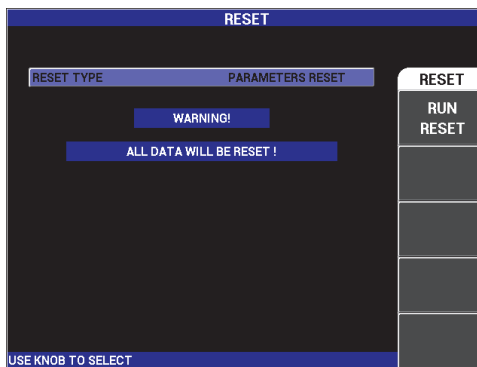

Abbildung 4-25 Menü RESET
- (1) Um das Menü **RESET** anzuzeigen, drücken Sie die Menütaste ADV SETUP () und dann die Funktionstaste E. Wählen Sie dann mit dem Drehknopf den gewünschten Reset aus: Parameter-, Speicher- oder Master-Reset (siehe Abbildung 4-25 auf Seite 121 und Tabelle 3 auf Seite 121).
- (2) Um den Reset durchzuführen, drücken Sie die Funktionstaste A.
- (3) Um die Funktion zu verlassen, drücken Sie die Zurücktaste ().